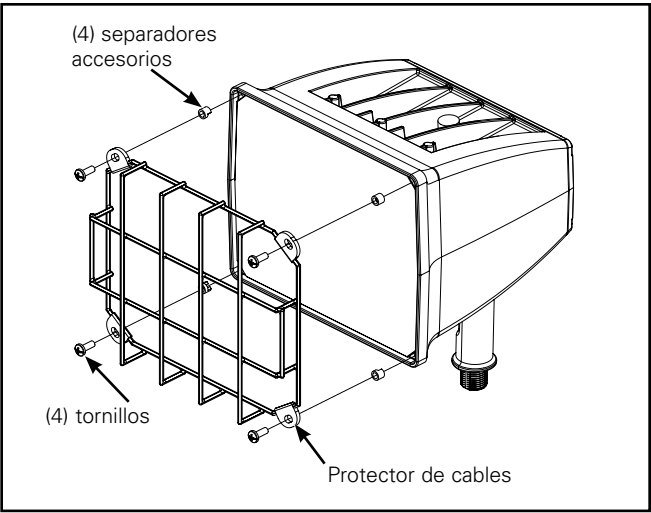

Figura 7.
4. Alinee el protector de cables sobre los espaciadores del accesorio para que coincida con los (4) orificios existentes. (Figura 7.)
5. Añada (4) tornillos de cabeza Phillips 10-24 sobre el frente de la luminaria para ajustar el protector de cables.